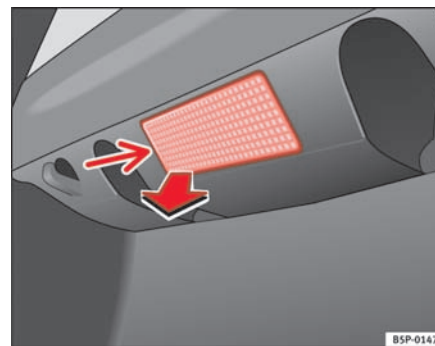

Fig. 192 Bagagerumslys
- Tag den tulipanformede holder af ved at trykke på kanten indeni pil med en flad skruetrækker ⇒ fig. 192. ▶